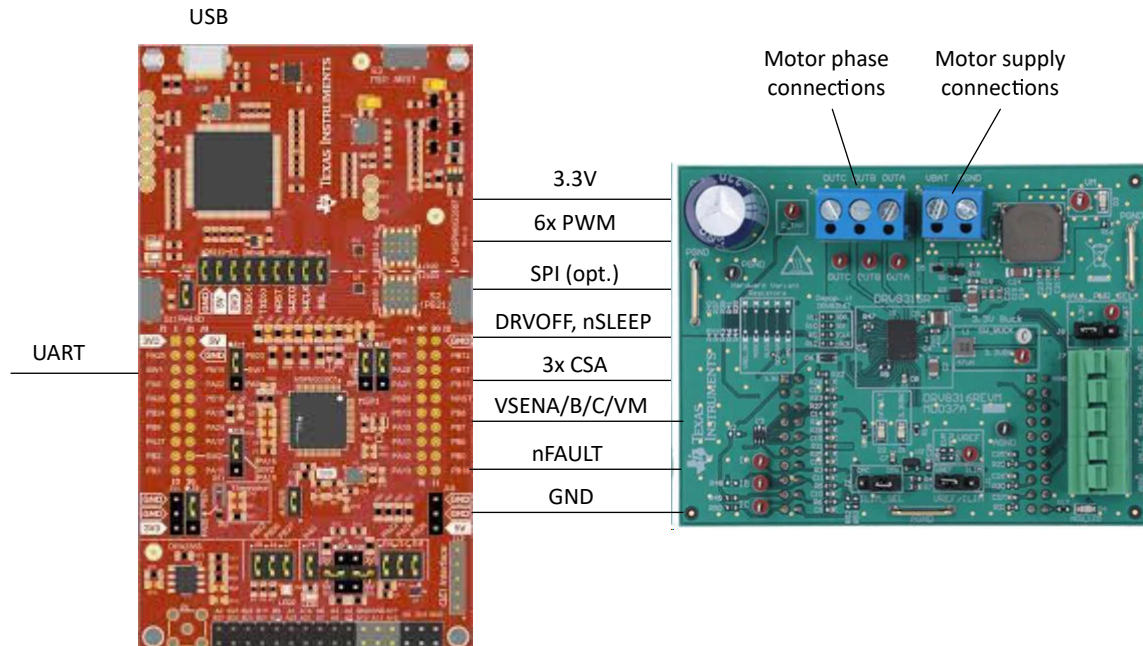

图 2-4. MSPM0 LaunchPad 套件和 DRV83xx EVM 外部配置
2. 通过将 EVM 与 LaunchPad 套件匹配或使用跳线来实现从 MSPM0 LaunchPad 套件到 DRV83xx EVM 的器件间连接，如图 2-4 所示。有关硬件用户指南连接的详细信息，请参阅节 2.1.1。